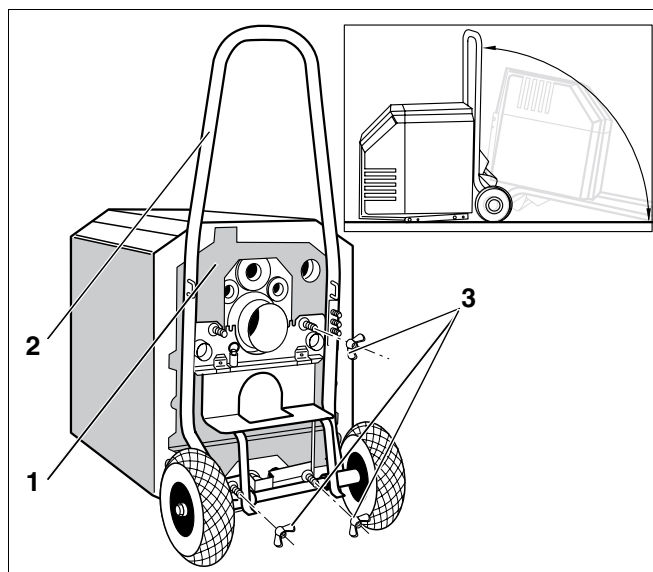

Fig. 8 Asigurati cazanul de incalzire pe transpalet
- Asezati transpaletul in fata (fig. 8, **poz. 2**) partii dorsale a cazanului de incalzire (fig. 8, **poz. 1**).
- Asigurati transpaletul (fig. 8, **poz. 2**) cu trei piulite fluture (fig. 8, **poz. 3**) pe partea dorsala a cazanului de incalzire (fig. 8, **poz. 1**).
- Fixati transpaletul de partea dorsala a cazanului de incalzire (fig. 8).
- Rasturnati si pozitionati transpaletul impreuna cu cazanul de incalzire (fig. 8).